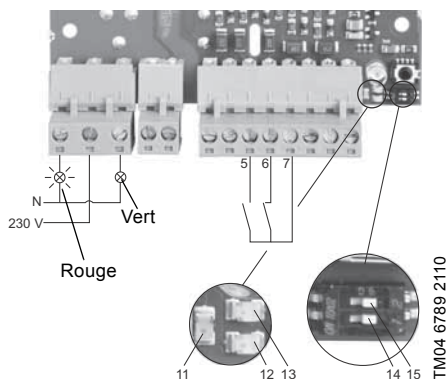

Fig. 9 Détection de niveau d'eau élevé
Voir fig. 9.
Utiliser la borne (pos. 6) lorsqu'un contact NC doit être utilisé pour indiquer un niveau d'eau élevé. Voir fig. 9.
Le voyant lumineux vert, indiquant un fonctionnement ordinaire, est éteint. La LED1 (pos. 11) clignote. Le nombre de clignotements indique l'alarme actuelle. Voir paragraphe 7.1.1 *Alarmes et avertissements système* et fig. 9.